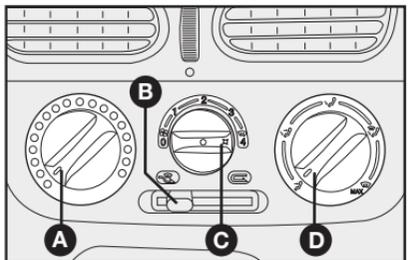

fig. 28
COMANDOS fig. 28
1) Mando para la temperatura del aire **A-fig. 28** totalmente posicionado a la izquierda.
2) Cursor del ventilador **C-fig. 28**: posicionado en la velocidad máxima.
3) Mando para la distribución del aire **D-fig. 28** indicador en , para controlar que todas las salidas de aire estén abiertas.
4) Conecte el aire acondicionado presionando el selector **C-fig. 28**.
1) Acondicionador de aire conectado **C-fig. 28**.